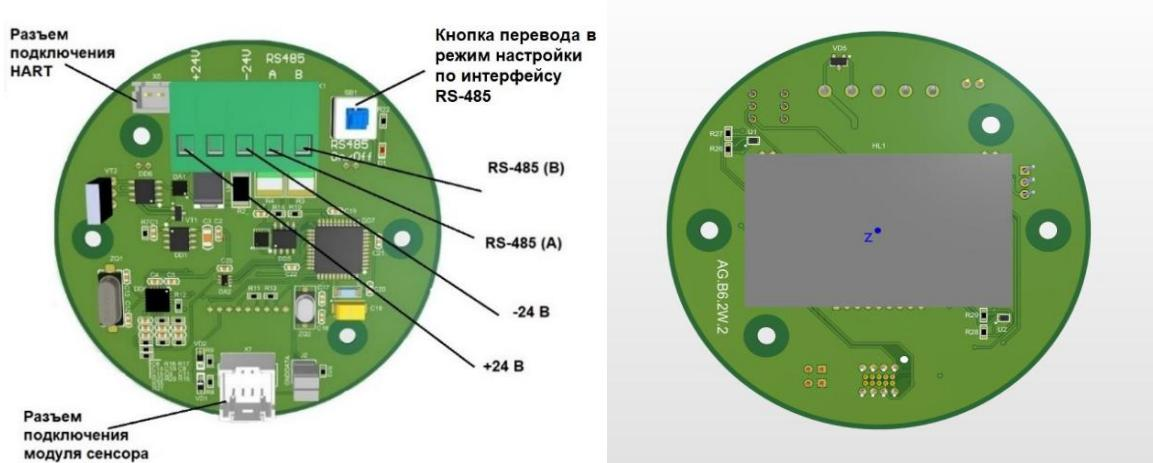

Рисунок 1.5 Общий вид блок процессора для исполнения с ЖК-индикатором для двухпроводного подключения, с пассивным токовым выходом.
3.1.10 При разборке корпуса газоанализатора для доступа к сенсору (например, замене сенсора, чистке фильтра и т.д.) следует **предварительно** ознакомиться с устройством составных частей газоанализатора (рис. 1 и 1.1). Откручивать следует только деталь **Втулка датчика** (против часовой стрелки – ослабив фиксатор на втулке). **Не следует** откручивать детали **Корпус датчика** и **Фиксатор Корпуса датчика** во избежание повреждения шлейфа от модуля сенсора и **Разъема подключения модуля сенсора** (рис. 1.5).